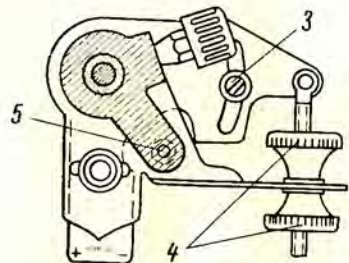

Abb. 21. Zündverteiler:
1. Den Verteiler laufend sauber- und trockenhalter. Die Kontakte sind mit Wildleder abwischen, bei Abbrand bzw. Abnutzung sind die an den Kontakten aufgetretenen Unebenheiten abzufleilen. Das Spiel zwischen den Kontakten des Verteilers ist zu prüfen. Das Spiel zwischen den völlig geöffneten Kontakten (Abb. 20) soll im Bereich von 0,35...0,45 mm liegen. Für die Einstellung des Spiels ist die Feststellschraube 1 (Abb. 21) zu lockern und das nötige Spiel einzustellen, indem die Stellschraube 2 gedreht wird. Nach der Einstellung ist die Feststellschraube zu arretieren.